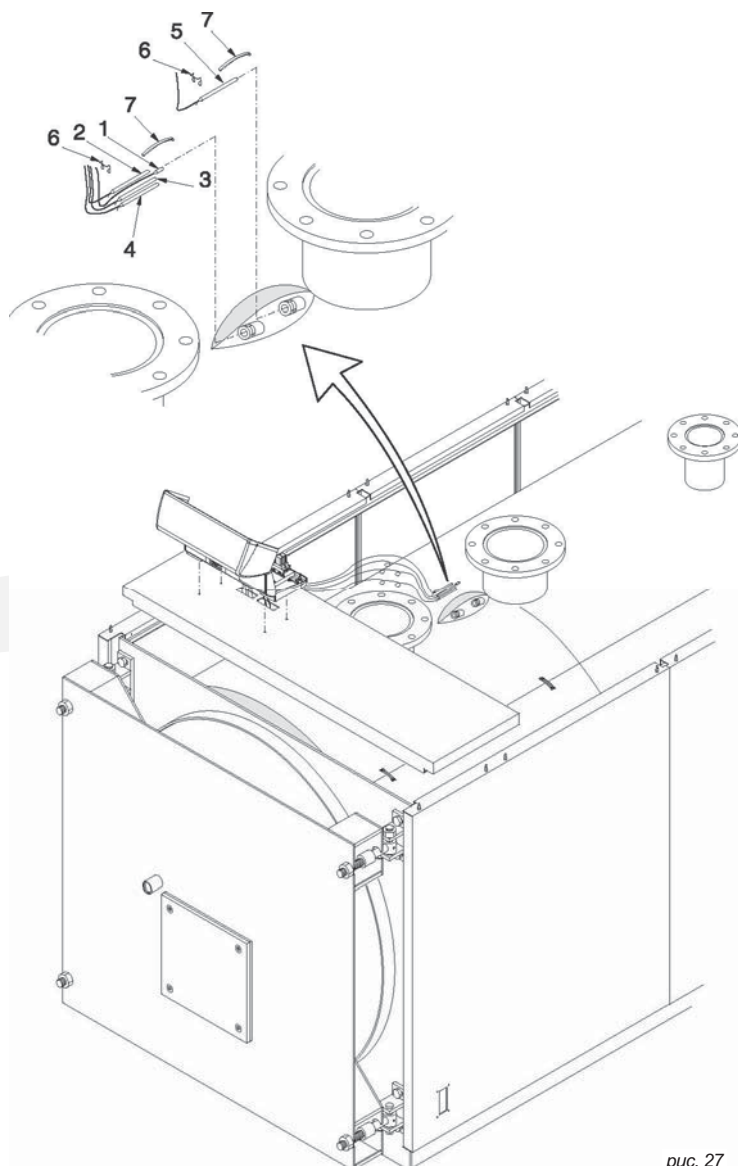

рис. 27
- F) Вставьте датчики приборов в манжеты, как показано на рис. 27 и подключите пульт управления к электропитанию, к горелке, насосам, и т.д. Закройте крышку панели управления.
- Вставьте датчики приборов в манжеты, как показано на рис. 27 и подключите пульт управления к электропитанию, к горелке, насосам, и т.д. Закройте крышку панели управления. Проведите кабель горелки через зажимную панель проводов (поз. 5) со стороны его выхода и зафиксируйте кабель при помощи прилагаемого хомута. Зафиксируйте маленькие панели (поз. 5) на боковых панелях обшивки.
- Е) Вставьте датчики приборов в манжеты, как показано на рис. 27 и подключите панель управления к электропитанию, к горелке, насосам, и т.д. Закройте крышку панели управления. Проведите кабель горелки через зажимную панель проводов (поз. 7) со стороны его выхода и зафиксируйте кабель при помощи прилагаемого хомута. Зафиксируйте маленькие панели (поз. 7) на боковых панелях обшивки. С обратной стороны котла аккуратно соедините выходящие электрические кабели в связку при помощи прилагаемого зажима.
Произведите установку датчиков в погружную гильзу, расположенную в верхней части котла (см. рис. 27) в следующей последовательности: